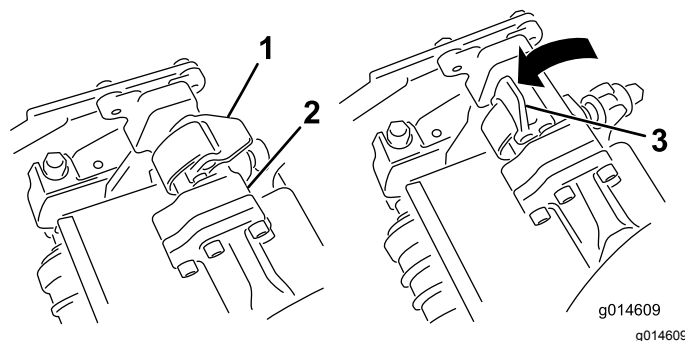
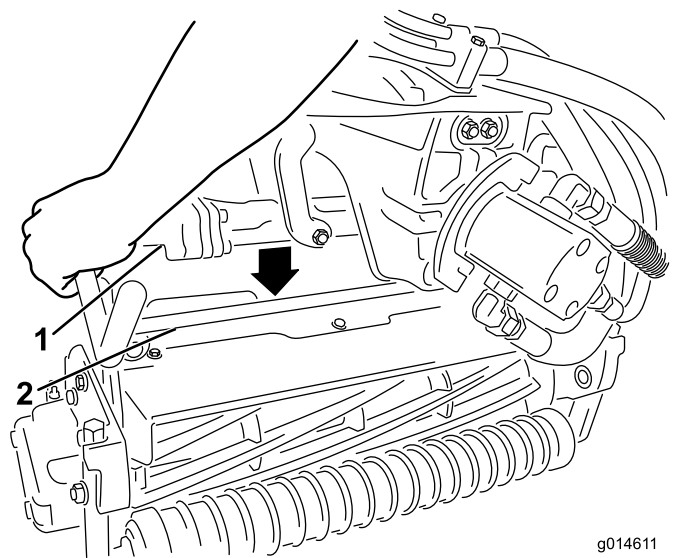

Рисунок 43
Рисунок 44
3. Когда защелки на штанге рычага подвески направлены вверх (т.е. открыты) (**Рисунок 43**), нажмите на рычаг подвески так, чтобы штанга села на поперечный стержень наверху режущего блока (**Рисунок 44**).
4. Опустите защелки и поверните вокруг стержня режущего блока и заблокируйте их (**Рисунок 43**).
4. Откройте защелки на штанге рычага подвески режущего блока, который необходимо снять (Рисунок 43).